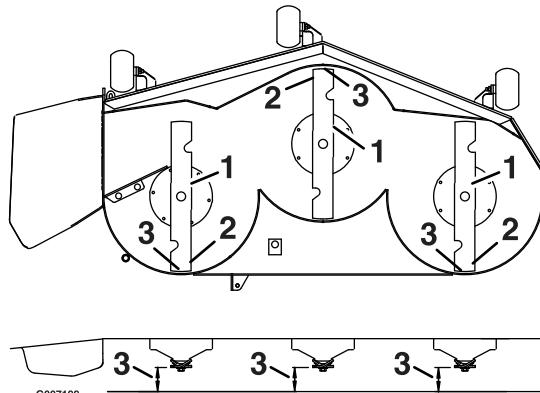

**Bild 44**
1. Untersuchen Sie die Schnittkanten (Bild 44). Bauen Sie die Schnittmesser aus und schärfen Sie, wenn die Kanten nicht scharf sind oder Kerben aufweisen, siehe „Schärfen der Messer“.
2. Prüfen Sie die Schnittmesser, insbesondere den gebogenen Bereich. Montieren Sie, wenn Sie Schäden, Verschleiß oder Rillenbildung in diesem Bereich feststellen (Bild 44), sofort ein neues Schnittmesser.